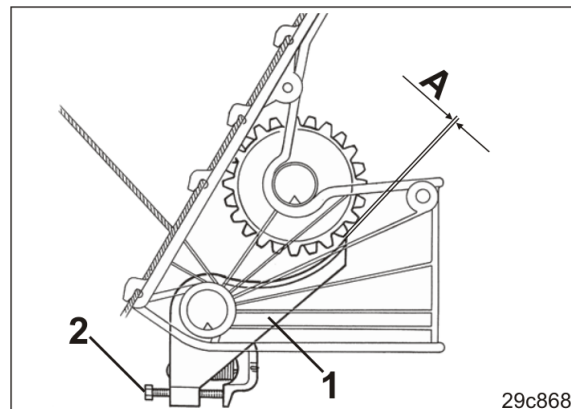

Fig. 115
2. Verificați libertatea de mișcare a clapetelor bazale (Fig. 115/1).
Distanța "A" (Fig. 115) dintre clapeta bazală și discul de distribuție este de 0,1 mm până la 0,5 mm.
5. Reglați distanța prescrisă cu ajutorul șurubului (Fig. 115/2).